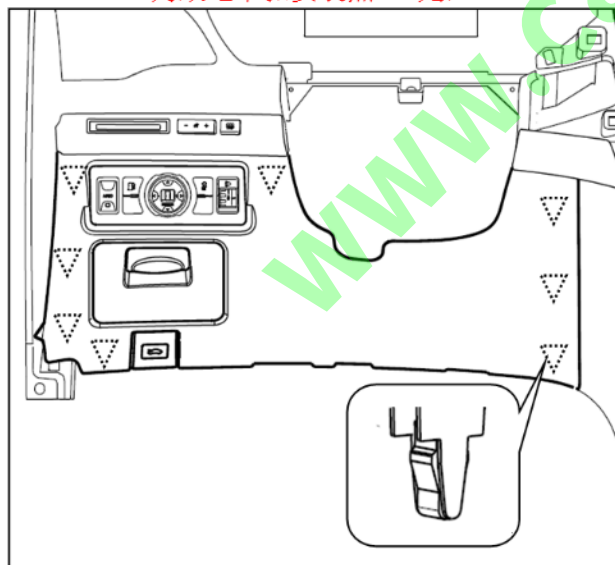

图1-1-5-1 左下护板组件安装点位置示意图
- (3) 用头部缠绕柔性胶带（或其它柔性产品）的一字螺丝刀小心撬起图1-1-5-1所示所有卡扣安装点；
- (4) 当所有卡扣都脱开时，从上到下依次拆